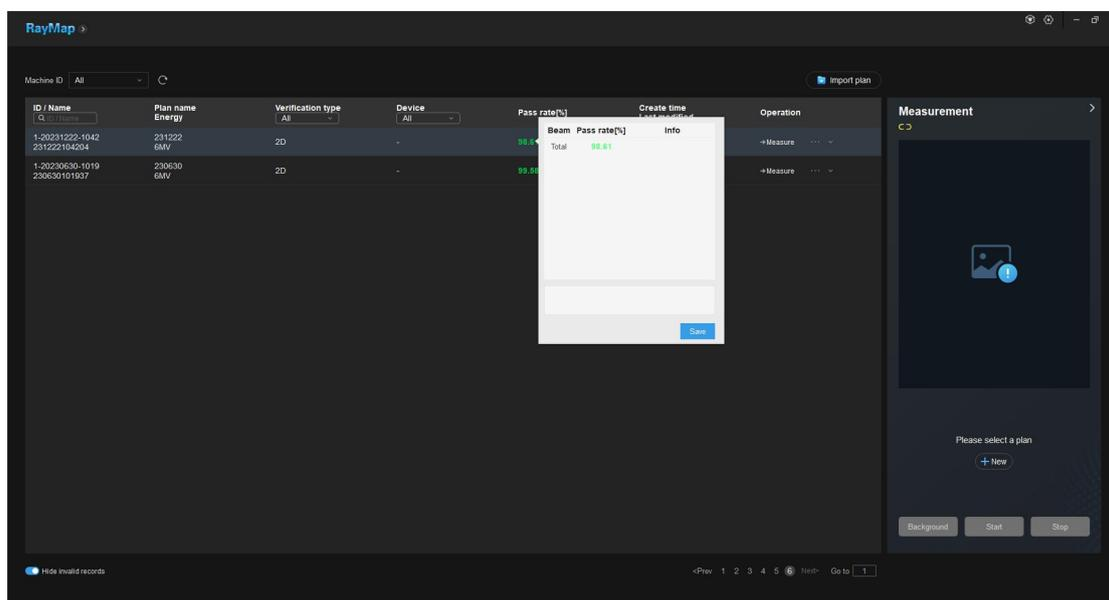

图4-8 信息列表查看计划总通过率
- (1) 接收新的计划后，会在表单中对应新增该计划的记录。对该计划进行测量或者计算等操作后，该计划下会增加相应的记录信息。记录会随着操作而自动更新和显示结果。
- (2) 当鼠标悬浮在某个记录的“Pass rate[%]”这一列上，则出现信息提示，显示当前计划的通过率。单击后，则弹出下列窗口显示当前计划的总通过率，通过率显示下方可进行备注。如图4-8所示。